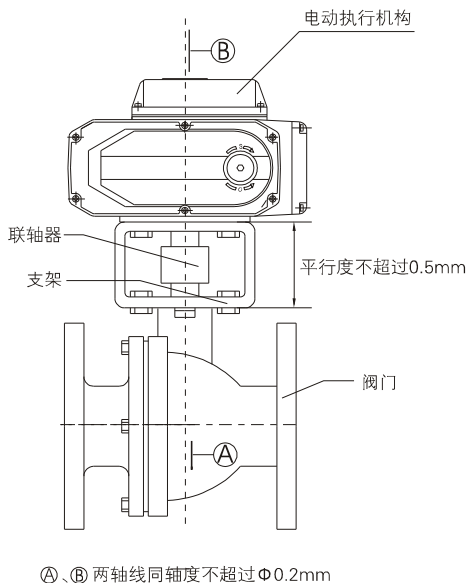

图4
- 支架、联轴器应由专业机构技术人员设计加工并应符合（图4）的标注要求。